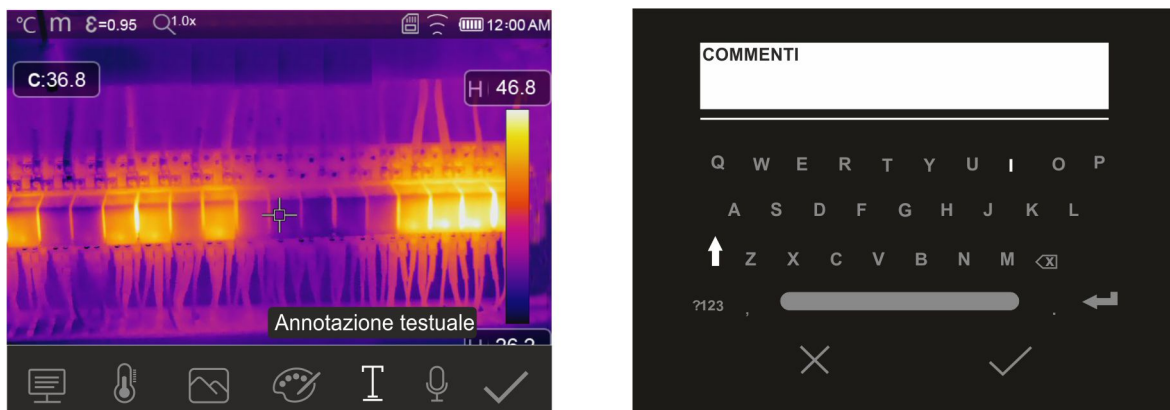

Fig. 49: Inserimento annotazione testuale nell'immagine
4. Toccare l'icona "📄" per inserire un'annotazione testuale nell'immagine. La videata di Fig. 49 – parte destra è mostrata a display